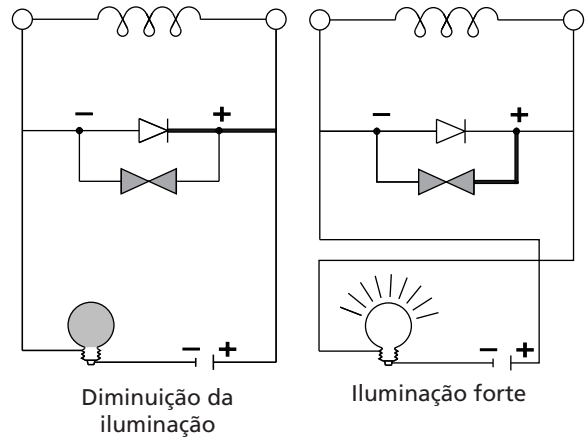

Figura 3 - Procedimentos de Teste do Diodo
2. Conecte a bateria e a lâmpada conforme mostrado na Figura 3.